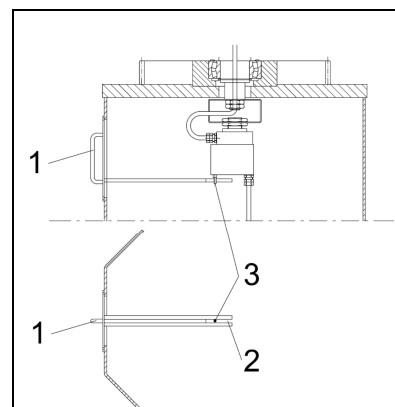

fig.41
3. Fermer avec le couvercle collecteur **1** la fenêtre d'inspection en faisant attention à ce que la fourche **2** soudée sur le couvercle s'introduise dans la fiche **3** d'arrêt du collecteur. (fig.41)